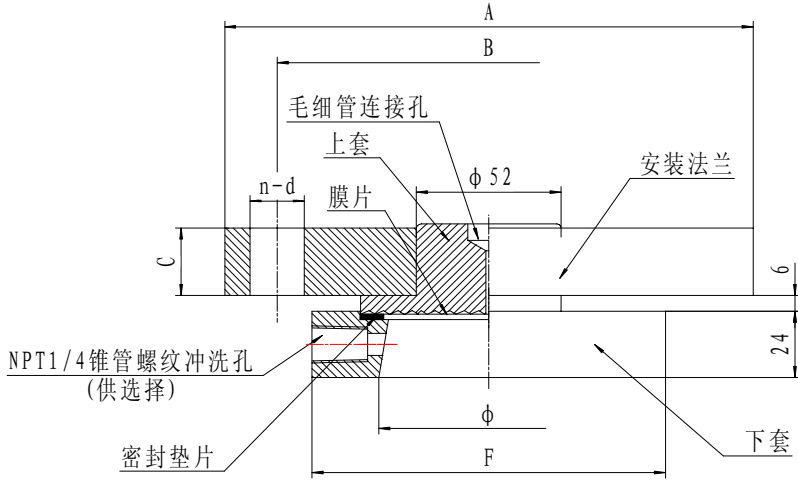

图 5 1199RFW 型安装式远传法兰外形尺寸图
4) 1199RFW 型安装式远传法兰外形尺寸见图 5、表 10